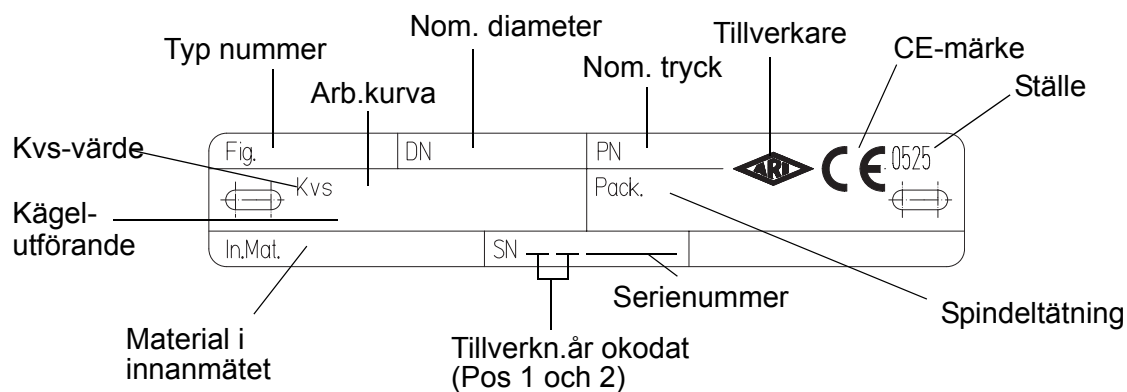
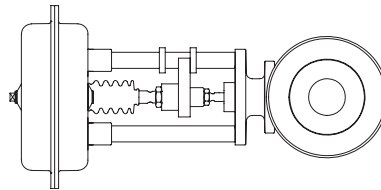

Fig. 11
Fig. 13: Rörledning vågrätt
- Vid demontering/montering av manschettätningen (pos 12) skall delarnas ordningsföljd och inbyggnadsposition beaktas (se Fig. 11).
- Tätning (pos 17) måste bytas ut.
- Montera den nya packningsringen enl. Fig. 11 - Fig. 13.
Om en delad packningsring används måste den skäras snett (se Fig. 13).